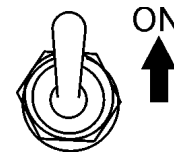

Figure 27. Interrupteur de commande du ralenti (OFF)
3. Placez l'interrupteur de commande du ralenti (figure 27) en position **ON**.